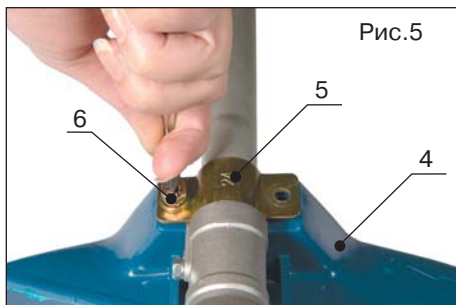

Рис.5
- Установите защитный кожух (поз.4, рис.5) над редуктором
- Установите крепящую пластину (поз.5, рис.5), и крепко зафиксируйте кожух с помощью крепежных винтов (поз.6, рис.5).
**Примечание:** при работе с металлическим ножом защитный кожух устанавливайте вплотную к редуктору (рис.5); при работе с леской защитный кожух необходимо сместить на 8-10 см (в зависимости от длины лески) от редуктора вверх по основной штанге.